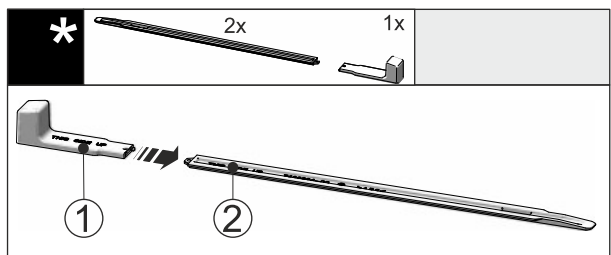

Fig. 49
- ▶ Liitä asennuskahva Fig. 49 (1) kiskoon, jota käytetään vaakatasoon säätämistä varten Fig. 49 (2).